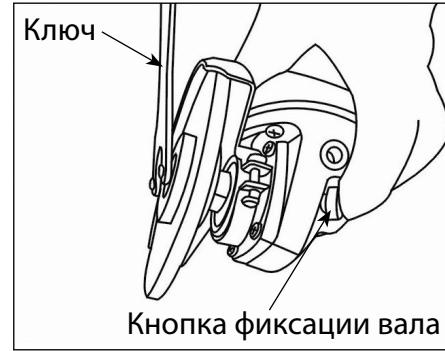

Рис. 4
2) Для затяжки стопорной гайки крепко нажмите на кнопку фиксации вала так, чтобы он не мог вращаться. Затем воспользуйтесь ключом стопорной гайки и крепко затяните ее по часовой стрелке. (Рис.4)